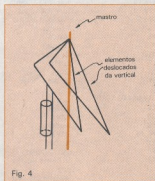

Fig. 4
**Dois elementos, um mastro** — A configuração em triângulo é muito versátil, permitindo a construção de uma antena direcional de 40 m num só mastro. Isto pode ser feito deslocando-se o plano do triângulo da vertical (fig. 4), em cerca de 1/16 do comprimento de onda; a distância entre as bases dos elementos, portanto, é de 1/8 de comprimento de onda. O ápice dos 2 triângulos é preso ao mastro, porém isolado do mesmo. O ápice do radiante fica no topo do mastro e o do refletor, 4 pés abaixo.